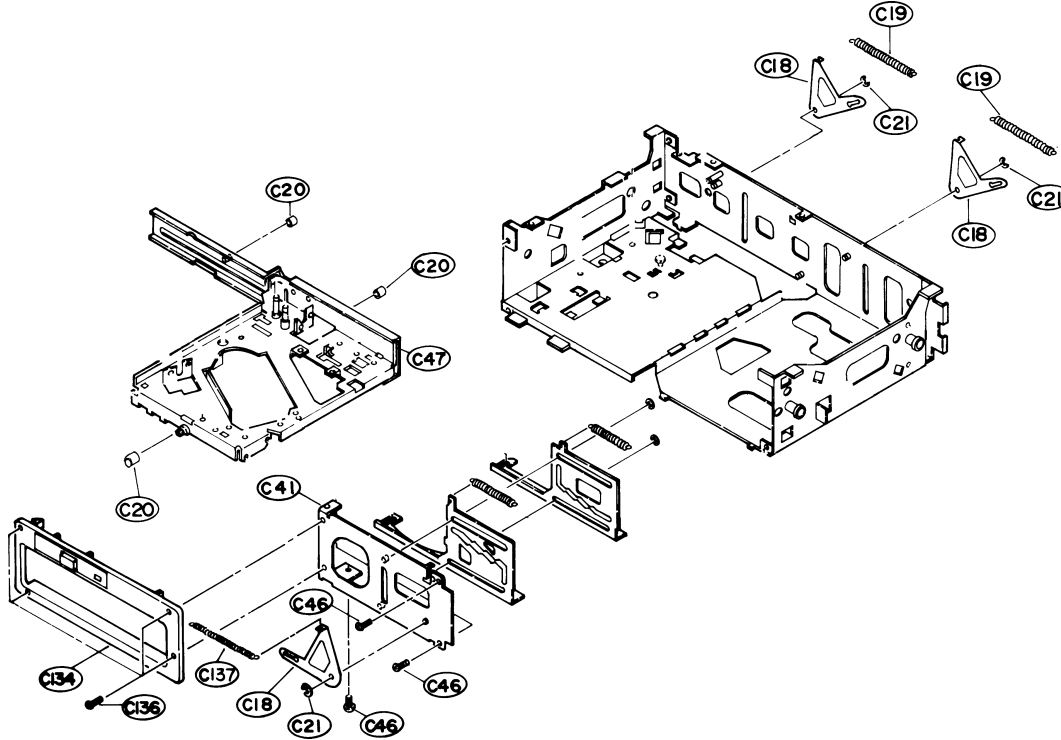

Fig. 10
- 4 Schrauben **C136** herausdrehen und Blende **C134** abnehmen (Fig. 10).
- 2 Federn **C19** und Feder **C137** aushängen (Fig. 10).
- 3 Sicherungsscheiben **C21** lösen und abnehmen (Fig. 10).
- 3 Winkel **C18** abnehmen. (Fig. 10)
- 3 Schrauben **C46** herausdrehen und vordere Halteplatte **C41** abnehmen (Fig. 10).
- Laufwerkmechanik **C47** (Fig. 10) mit den Zahnstangen herausnehmen. Achten Sie dabei auf die 3 Hülsen **C20** (Fig. 10).
- Undo 4 screws **C136** and remove the mechanical panel **C134** (Fig. 10).
- Unhook 2 springs **C19** and spring **C137** (Fig. 10).
- Loosen and remove the 3 retaining washers **C21** (Fig. 10).
- Remove the 3 brackets **C18** (Fig. 10).
- Undo 3 screws **C46** and remove the front holding plate **C41** (Fig. 10).
- Take out the drive mechanism **C47** (Fig. 10) and the toothed racks. Take care of the 3 sleeves **C20** (Fig. 10).